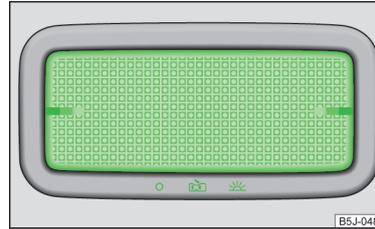

Fig. 98
- Colocar el cristal cobertor en la posición ☀ » fig. 98.
- Colocar el cristal cobertor en la posición 0 » fig. 98.
- Colocar el cristal cobertor en la posición intermedia ☁ » fig. 98.